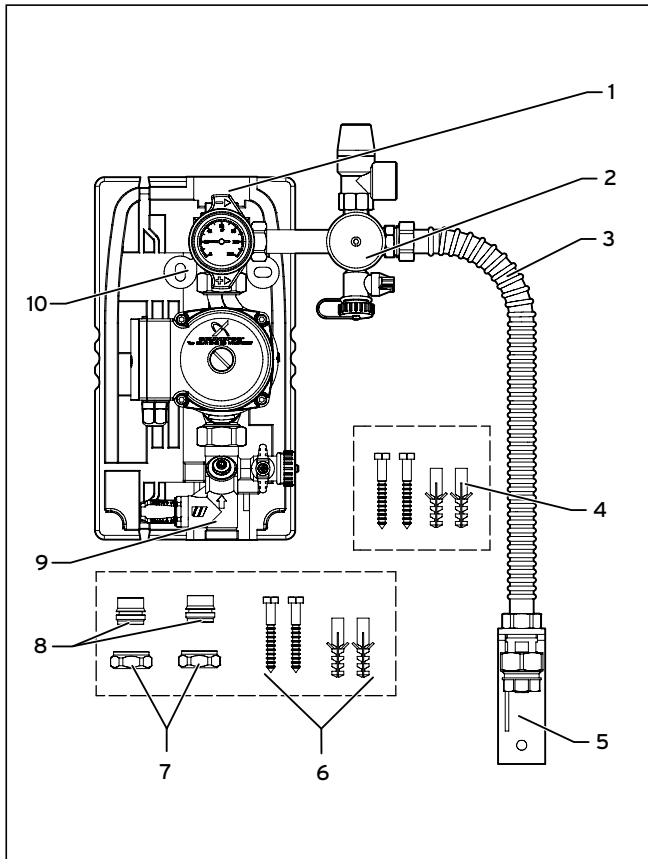
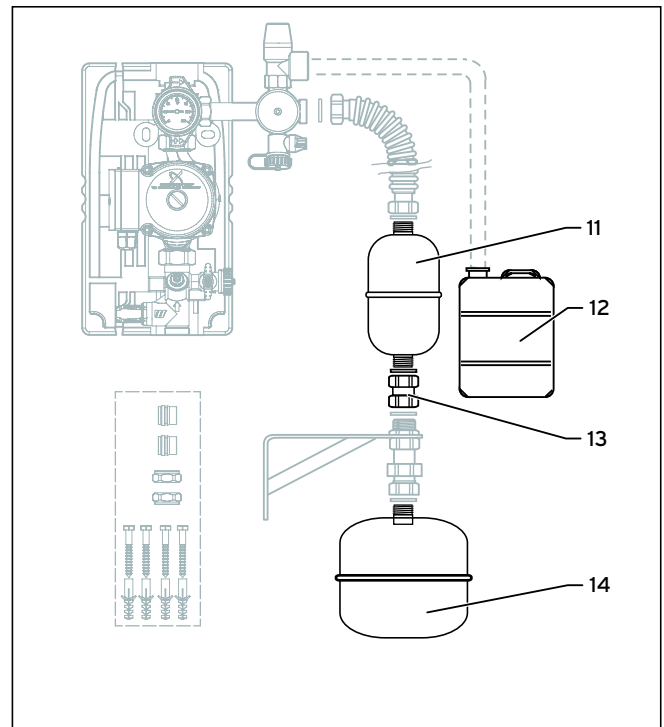

Fig. 3.1 Panoramica della stazione solare a stringa singola da 6 l/min
Fig. 3.2 Panoramica degli accessori
Al posto dei tubi di rame di 22 mm di diametro, è anche possibile collegare tubi del diametro di 18 mm. In tal caso servirsi dei riduttori 22-18 forniti (8, fig. 3.1) con anello di serraggio integrato.
- Collegare il tubo di ritorno (1, fig. 3.1) al tubo di ritorno dei collettori.
- Collegare il tubo di ritorno del circuito solare (9, fig. 3.1) al ritorno solare del bollitore combinato.
- Montare il gruppo di sicurezza (2, fig. 3.1) con il dado per raccordi 3/4" sull'apposito bocchettone di raccordo sopra la pompa.
- Posare la tubazione di sfiato con pendenza fino ad un recipiente di raccolta adeguato (12, fig. 3.2).
È possibile impiegare un vaso addizionale per circuito solare (11, fig. 3.2) tra il vaso di espansione per circuito solare e la stazione solare a stringa singola servendosi del manicotto da 3/4" fornito (13, fig. 3.2).
- Fissare il supporto (5, fig. 3.1) alla parete con i tasselli e le viti (4, fig. 3.1).
- Avvitare la flangia e il vaso di espansione per circuito solare (14, fig. 3.2) al supporto (5, fig. 3.1).
- Montare il flessibile ondulato (3, fig. 3.1).